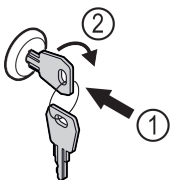

Fig. 157
- ▶ Πιέστε μέσα το κλειδί Fig. 157 (1).
- ▶ Περιστρέψτε το κλειδί 90° δεξιόστροφα Fig. 157 (2).